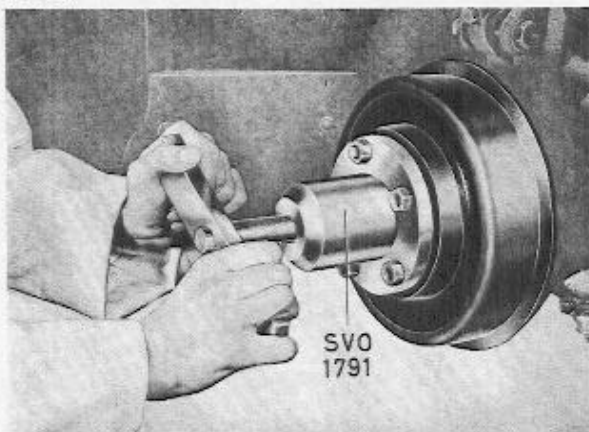

Abb. 26 Ausbau der Hinterradnabe
2. Handbremse lösen. Hinterradnabe mit dem Werkzeug 999 1791 abziehen, siehe Abb. 26.